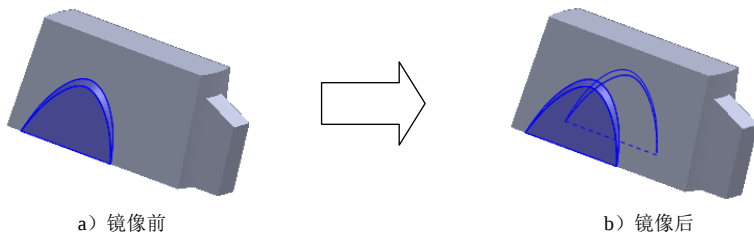

图 5.11.25 镜像 1
Step16. 创建图 5.11.25 所示的零件特征——镜像 1。选择下拉菜单 **插入(I)** → **阵列/镜像(E)** → **镜向(M)...** 命令; 选取上视基准面作为镜像基准面; 在图形区中选取